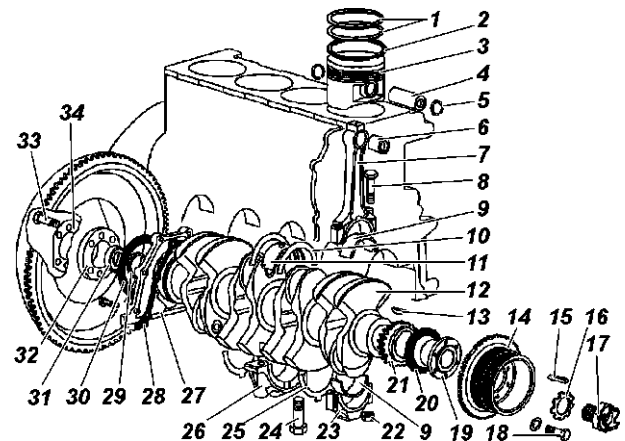

Рис. 4.29. Кривошипно-шатунный механизм:
- снимите крышки 23 (рис. 4.29) шатунов вместе с вкладышами 9;